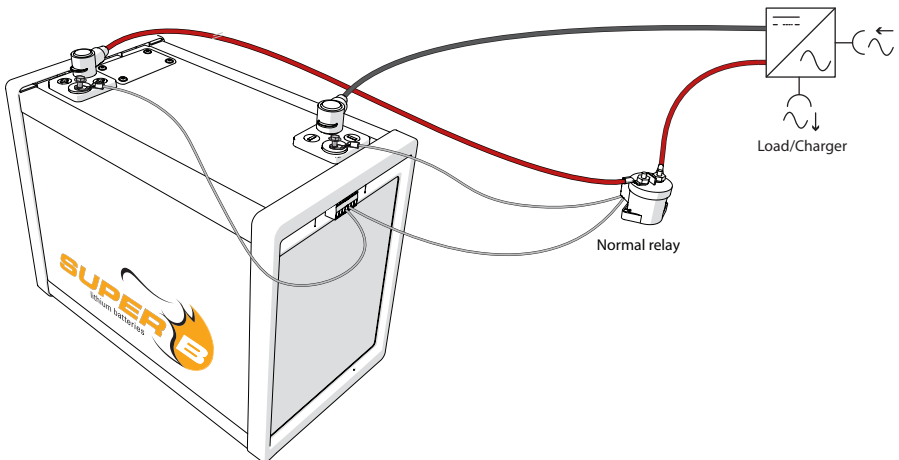

Figure 12. Befestigung der Polkappen.
4. Schließen Sie den - Pol der Batterie an. Schließen Sie nicht zuerst den - Pol an, da dies zu Kurzschlüssen führen kann (siehe Abbildung 12).
6. Setzen Sie die Polkappen auf die Pole (siehe Abbildung 12).